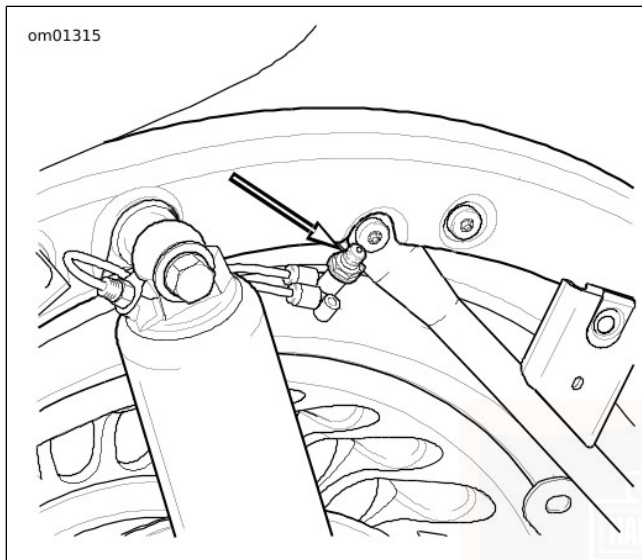

Figure 18. Valve pneumatique de suspension arrière
2. Voir Figure 18. Retirer le bouchon de la valve pneumatique située derrière l'amortisseur à gauche du véhicule.